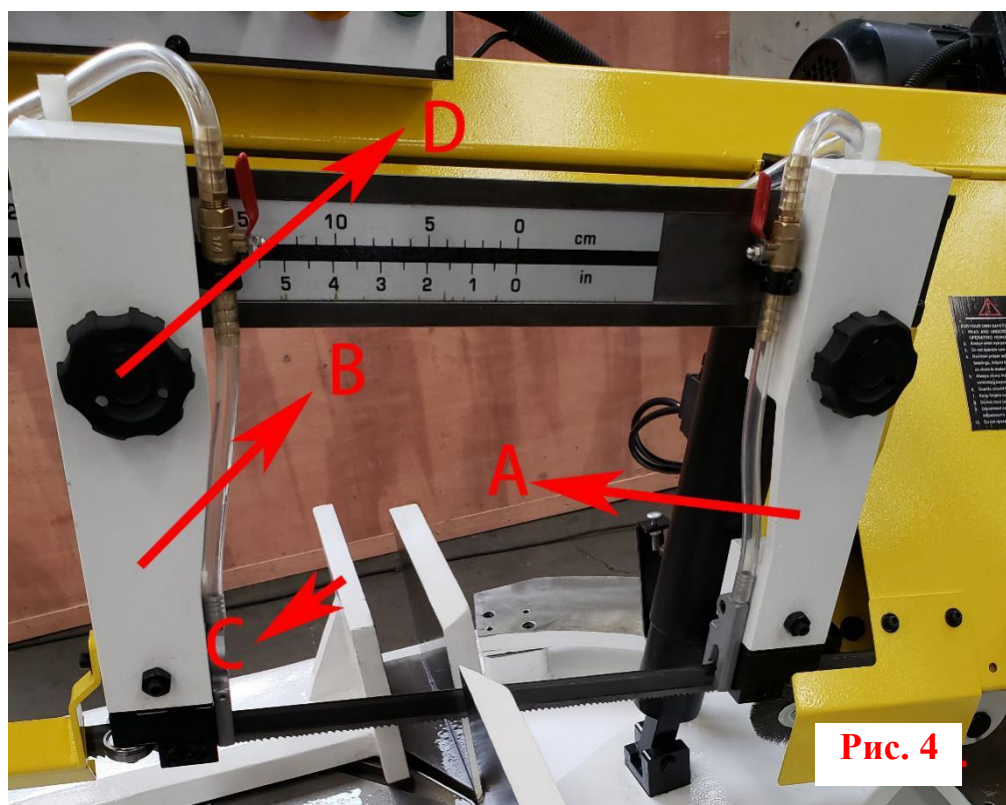

Рис. 4
Направляющие полотна следует устанавливать как можно ближе к губкам тисков. Кронштейн правой направляющей полотна (А) Рис.4 не регулируется, и устанавливается на заводе с оставлением промежутка до правой губки тисков. Кронштейн левой направляющей полотна (В) может быть сдвинут влево или вправо, в зависимости от положения левой губки тисков (С). Для перемещения кронштейна левой направляющей полотна (В) ослабьте рукоятку (D), расположите кронштейн направляющей (В) и затяните рукоятку (D).